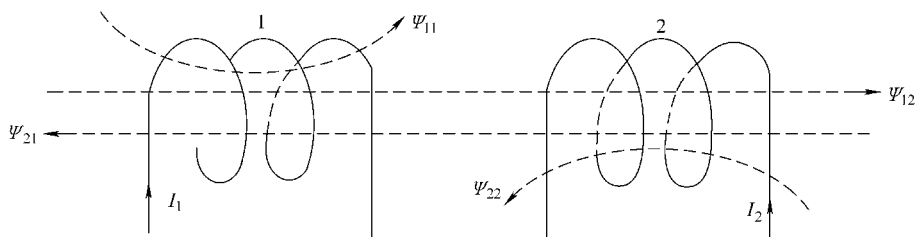

图 1-76 互感特性
2) 互感特性: 当绕组 1 的电流变化时, 产生磁链 Ψ_{11} , 不仅会在自身中产生自感电动势, 还会同时产生磁链 Ψ_{12} , 经过线圈 2 中产生感应电动势。同理, 绕组 2 的电流变化时, 也会在绕组 1 中产生感应电动势。这样两个线圈的电流可以互相提供磁通。当电流变化时互相在对方回路中产生感应电动势的现象称作电磁互感原理, 所产生的感应电动势成称互感电动势, 如图 1-76 所示。